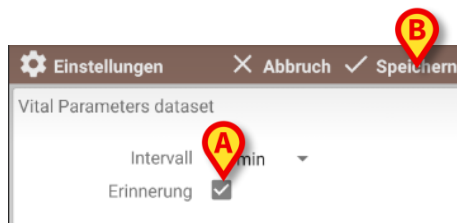

Abb. 74
- Wählen Sie das Kontrollkästchen “Erinnerung”, um automatische Erinnerungen zu erhalten, dass die Datenerfassung fällig ist (Abb. 74 **A**).
- berühren Sie die Option **Speichern**, um die vorgenommenen Änderungen zu speichern (Abb. 74 **B**).